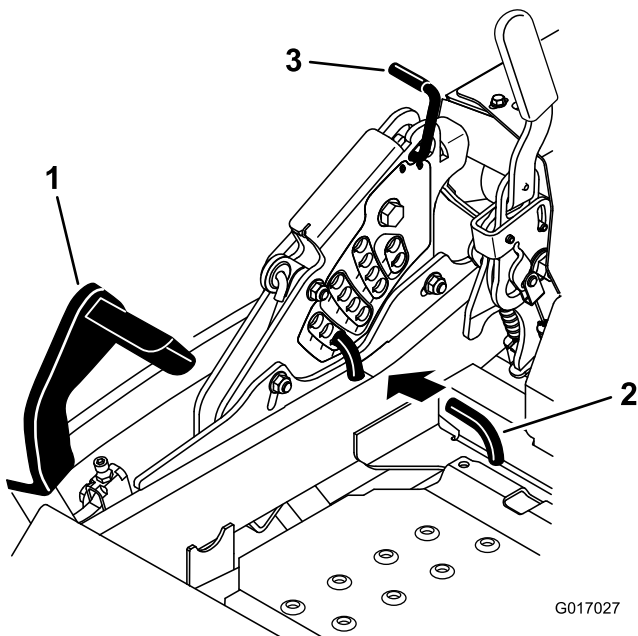

Figure 26
2. Appuyez sur la pédale de relevage du tablier avec le pied et relevez le tablier en position de transport (qui est aussi la position de hauteur de coupe de 140 mm [5,5 po]) (Figure 26).
3. Pour changer de hauteur de coupe, retirez la goupille fendue et l'axe de chape du support de hauteur de coupe (Figure 26).
4. Placez la goupille dans le trou du support correspondant à la hauteur de coupe voulue (Figure 26).